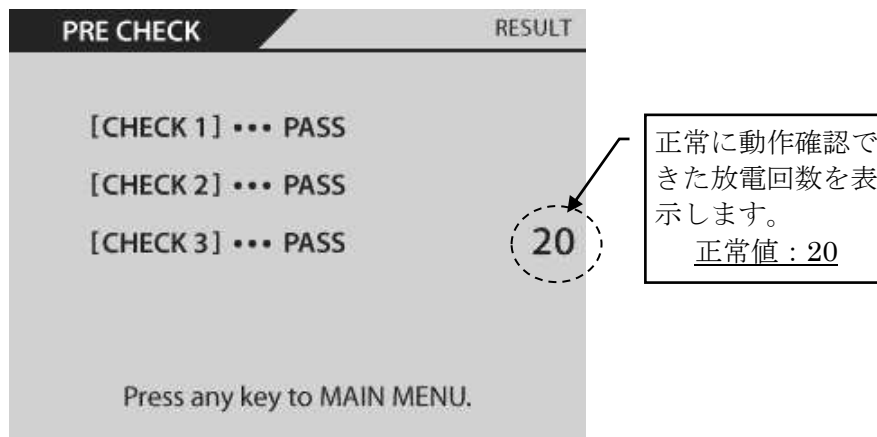

図 22.5. プリチェック結果表示①
[CHECK 1] ~ [CHECK 3] まで全て正常に完了した場合、図 22.5. プリチェック結果表示①のような画面が表示されます。これでプリチェックは完了です。